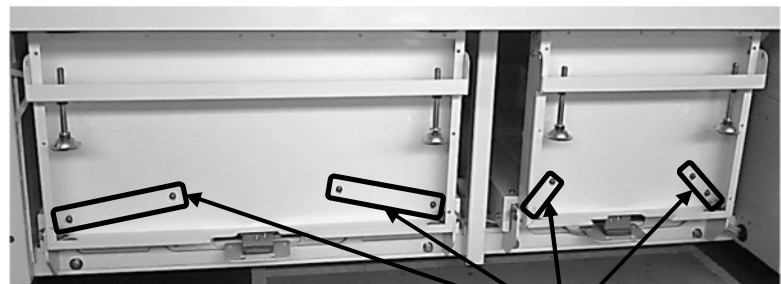

Figure 4-5
- 1) 輸送止めビスを全て外してください。(Figure 4-5)